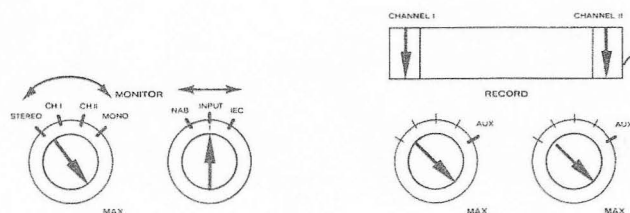

Bild 6.7.–85
- Bedienungselemente nach Bild 6.7.–85 einstellen.